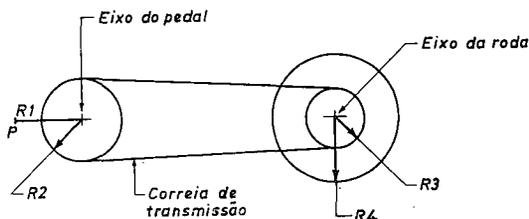

Fig. 1 — Esquema do sistema de transmissão do movimento.
Na Fig. 1 está representado o esquema do sistema de transmissão do movimento desde
Representem vectorialmente, no ponto P da Fig. 1, a força eficaz para a rotação do eixo do pedal. Justifiquem a representação efectuada.
3. Estabeleçam uma relação analítica entre a velocidade linear (v_1) em P (Fig. 1) e a velocidade linear de um ponto da periferia da roda traseira (v_2).